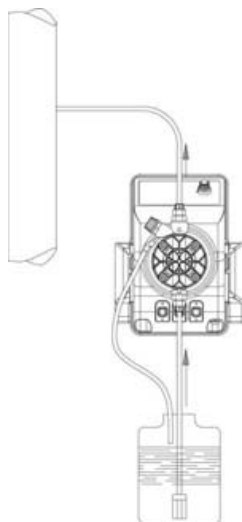

Abb. 5
c.- Positionieren Sie die Pumpe gemäß Abbildung 5, wobei zu beachten ist, dass sie sowohl unter- als oberhalb des Füllstands der zu dosierenden Flüssigkeit innerhalb einer Obergrenze von 2m angebracht werden kann. Der Einspritzpunkt ist immer so hoch wie möglich zu positionieren.